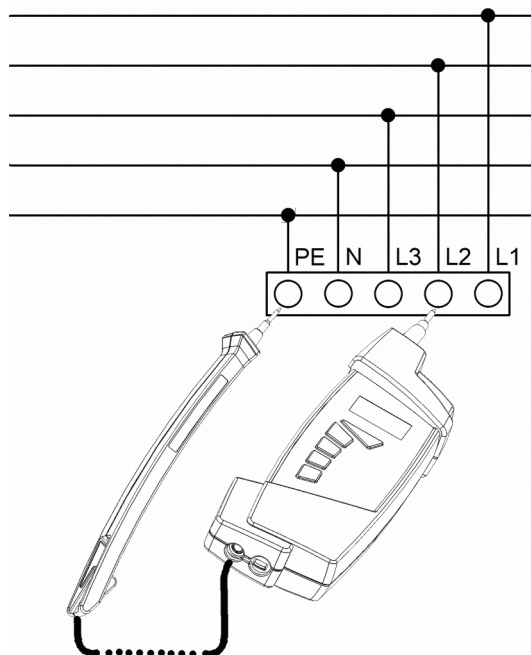

Bild 3.12 Anschlussbeispiel: Schleifenimpedanzmessung L2–PE
- ⇒ Schließen Sie die Messspitze von **N** an **PE** an (Beispiel Bild 3.12)